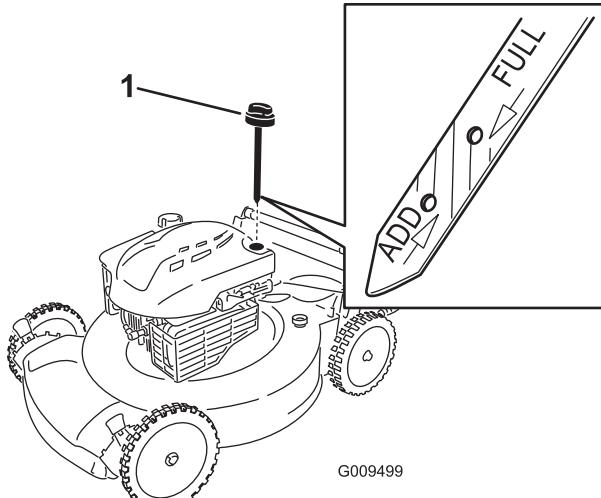

Bild 5
- Nehmen Sie den Peilstab heraus und lesen Sie den Ölstand am Peilstab ab, siehe Bild 5.
- Entfernen Sie den Peilstab (Bild 5) und füllen Sie Öl in den Einfüllstutzen bis ca. 3/4 des Füllvolumens des Kurbelgehäuses ein.